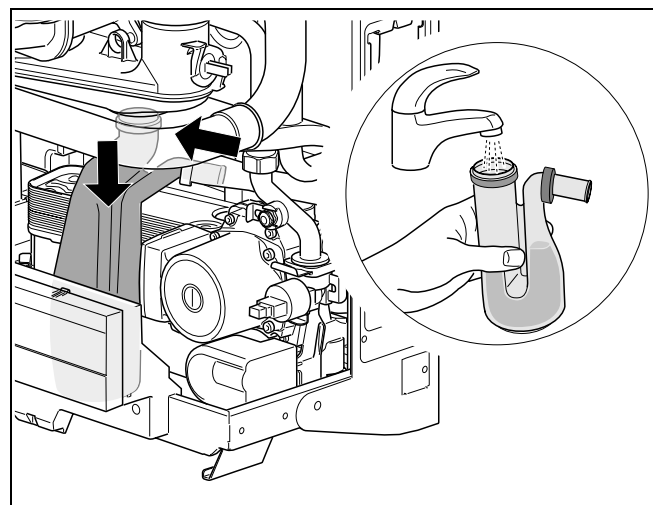

fig. 14 Sifon vullen
- Trek de sifon met de lipafdichting naar onderen uit de bus en trek vervolgens deze uit de afvoer (→ fig. 14).